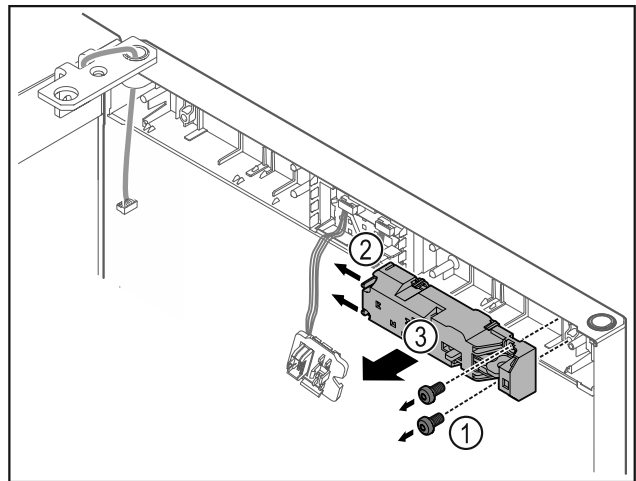

Fig. 20
- Odstráňte skrutky Fig. 20 (1).
- Potlačte výstupky Fig. 20 (2) do strany a odoberte diaľkový zámok Fig. 20 (3).